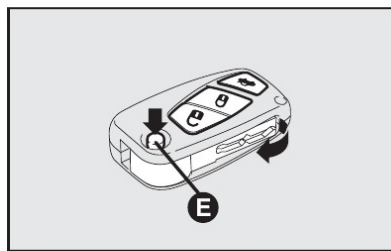

fig. 3
**Ao apertar o botão (E-fig. 3), prestar a máxima atenção para evitar que a saída do encaixe metálico possa causar lesões ou danos. O botão (E-fig. 3) deve ser apertado somente quando a chave se encontrar longe do corpo, particularmente dos olhos e de objetos que podem ser danificados (roupas, por exemplo). Não deixar a chave em qualquer lugar para evitar que alguém, principalmente crianças, possa manejá-la e apertar involuntariamente os botões.**
Para introduzir a haste metálica na empunhadura da chave, pressionar o botão E-fig. 3 e girar a haste da chave A. Soltar o botão e continuar girando a haste no sentido da seta, até perceber o ruído de travamento.